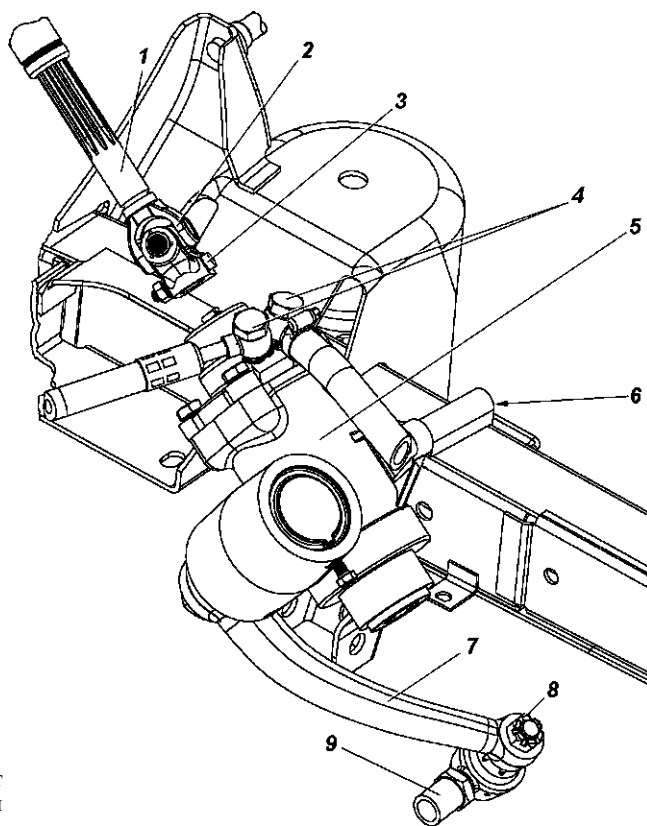

Рис. 12.2. Снятие рулевого механизма:
1. Отсоедините шланги от рулевого механизма 5 (рис. 12.2), отвернув болт-штуцеры 4, и закрепите их так, чтобы предотвратить полное вытекание масла из гидросистемы или слейте масло в чистую посуду.